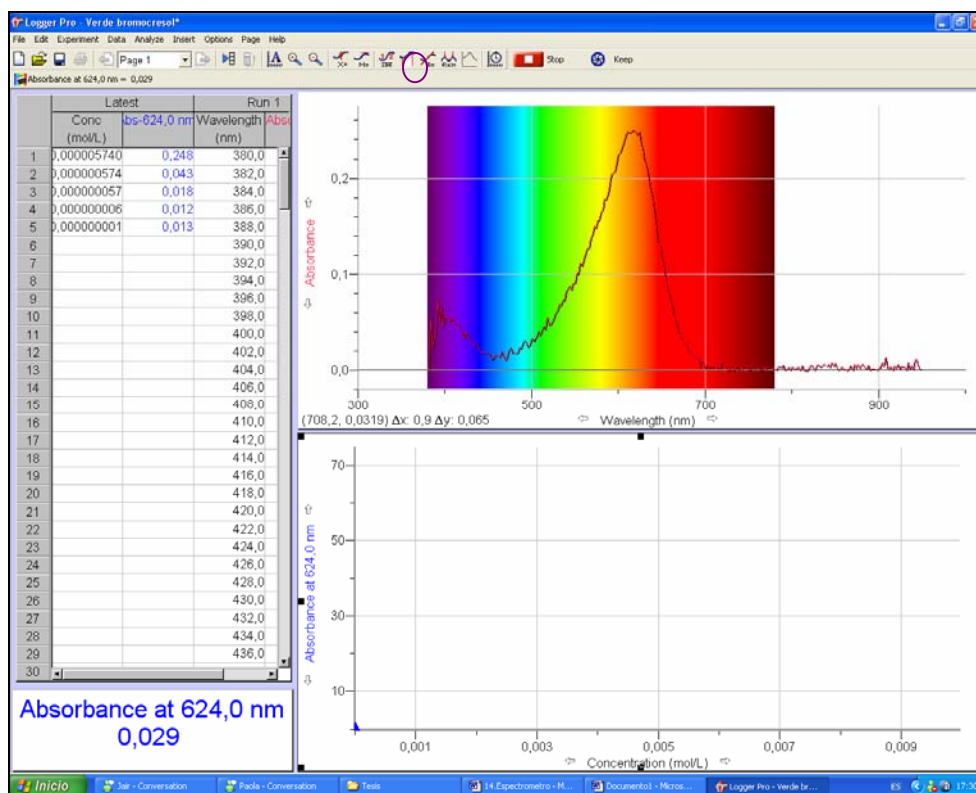

Figura 10.ESP. Circulado de color morado se identifica el ícono para linearizar.
2. Hacer clic en linearizar (un ícono con una curva, una línea recta, una R=), para calcular la mejor forma de linearizar la ecuación para soluciones estándar. (Figura 10.ESP)